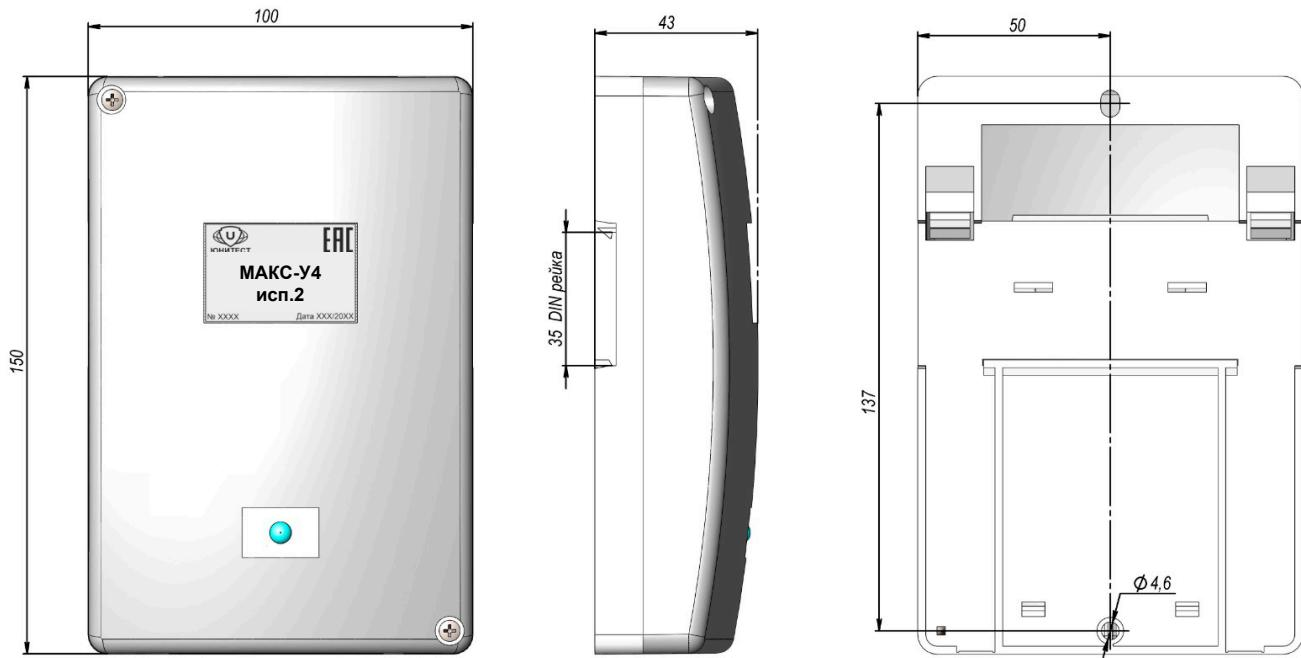

Рис.1. Габаритные и установочные размеры MAKС-У исп.2.
2.1.2. Габаритные и установочные размеры модуля показаны на рис.1.